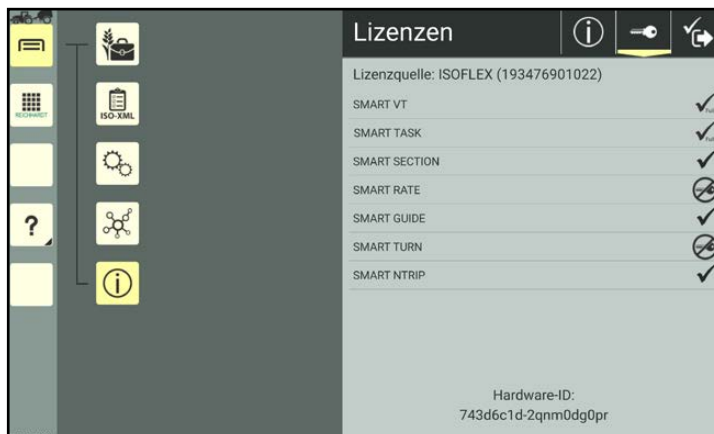

Abb. 158: SMART COMMAND-Lizenzen und Hardware-ID
Welche Lizenzen aktuell aktiv sind, können Sie über die Systeminformationen im Hauptmenü einsehen (siehe Abb. 158).
- Die Hardware-ID kann über die SMART COMMAND-Systeminformationen abgerufen werden (siehe Abb. 158).
11. Öffnen Sie die Lizenzübersicht in den Systeminformationen und überprüfen Sie, ob die Lizenzen in SMART COMMAND erkannt werden (siehe Abb. 158).
9. Öffnen Sie die Lizenzübersicht in den Systeminformationen und überprüfen Sie, ob die Lizenzen in SMART COMMAND erkannt werden (siehe Abb. 158).